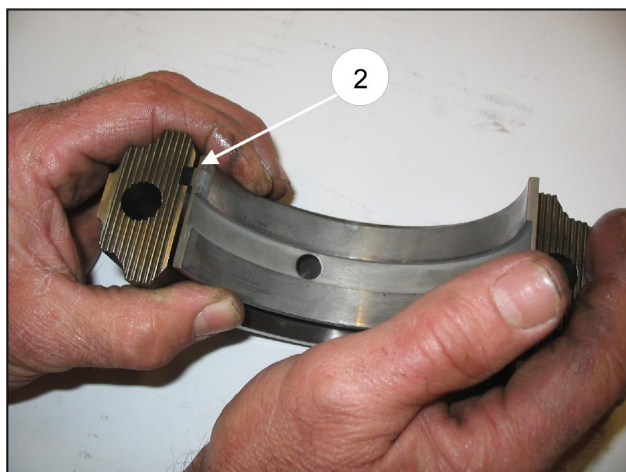

Fig. 6/a
Antes de ensamblar los vástagos guía del pistón en aquellos casos en los que hayan sido desmontados, comprobar que las juntas tóricas estén colocadas correctamente (pos. ①, Fig. 6/b) y, si es necesario, sustituirlas.